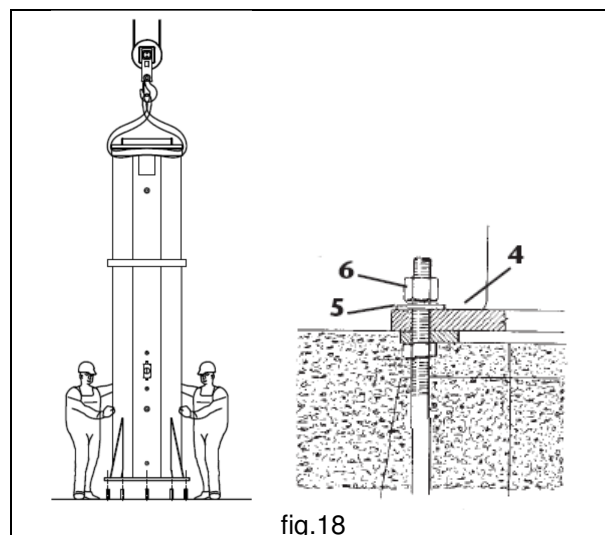

fig.18
3. Eriger la colonne en la soulevant et en utilisant des engins de levage adéquats pour cet effet, c'est-à-dire un pont roulant ou une potence mobile et relatifs harnais de capacité de charge et caractéristiques appropriées à la masse à manutentionner (fig.18).
4. Monter la colonne sur le gabarit de fondation en faisant correspondre et en enfilant les trous de la plaque de base **4** sur la partie filetée des tiges d'ancrage dépassant du massif, en la fixant ensuite avec les écrous **6** après avoir intercalé les relatives rondelles plates **5** (fig.18).